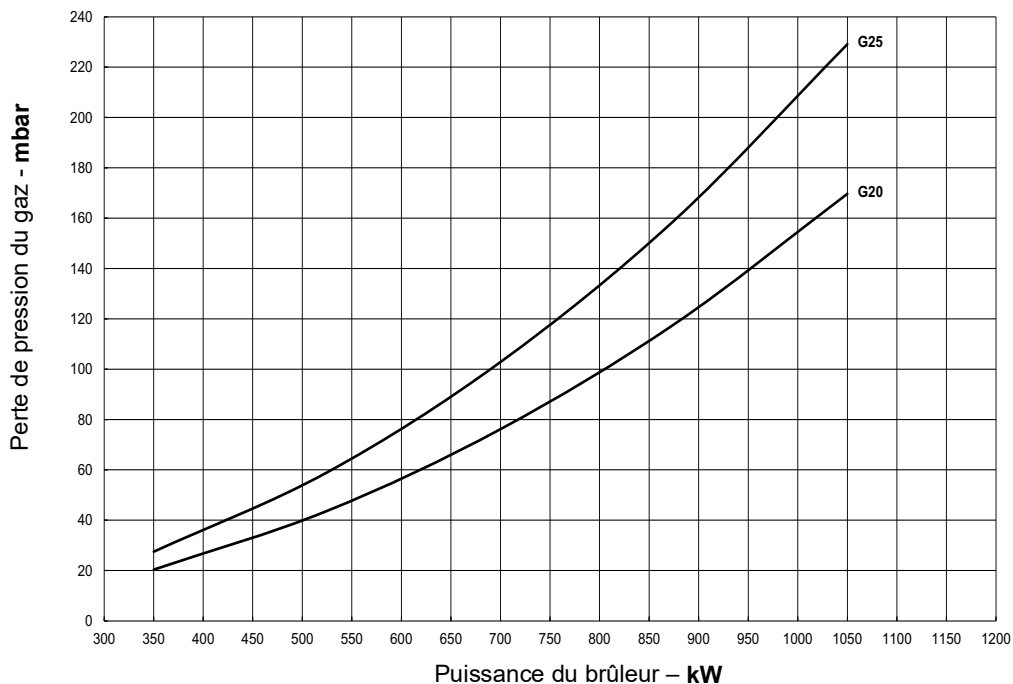
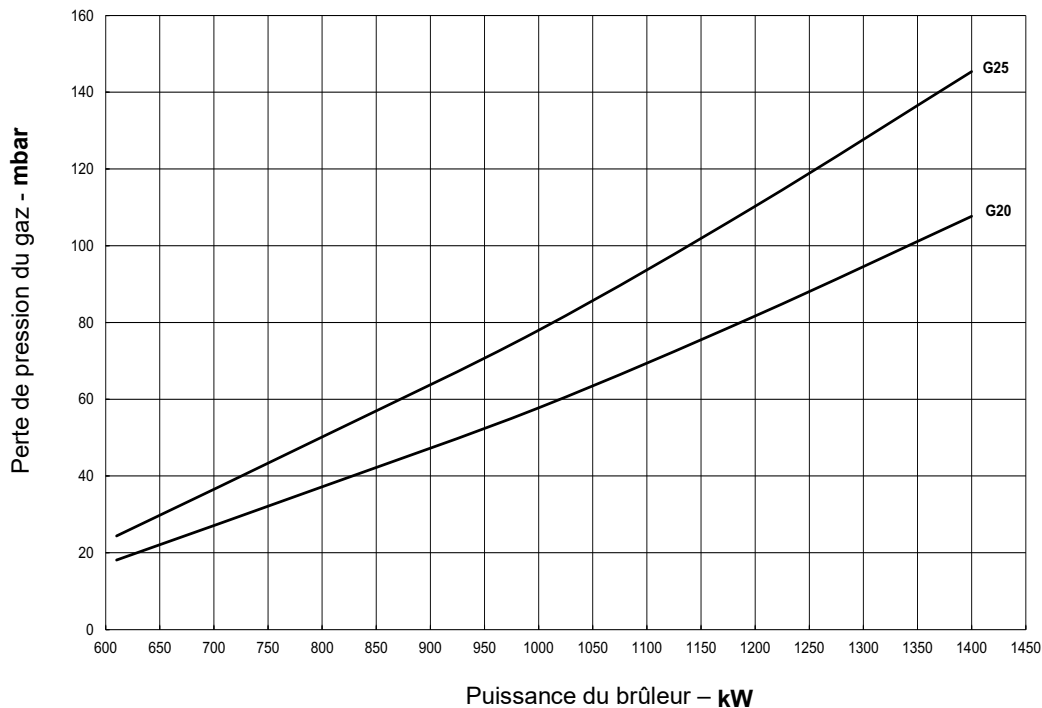
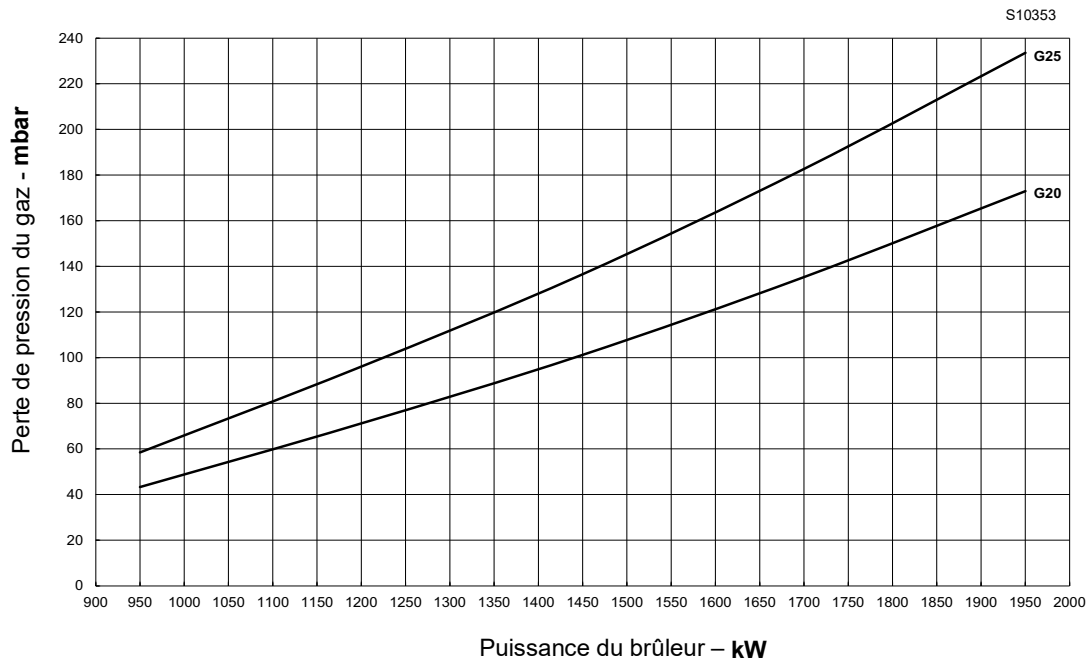
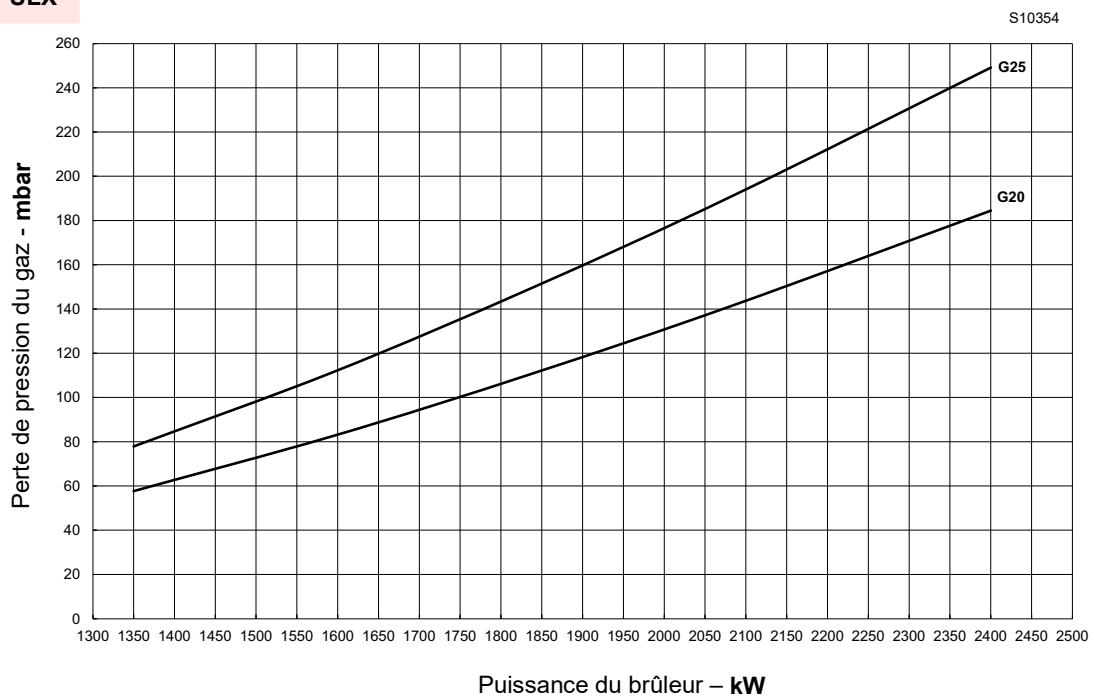

Fig. 26
Fig. 27
Fig. 28
Fig. 29
- Introduire la valeur en mbar (Fig. 26, Fig. 27, Fig. 28 et Fig. 29) et lire la puissance correspondante sur la ligne.
- trouver la valeur de puissance la plus proche (Fig. 26, Fig. 27, Fig. 28 et Fig. 29).